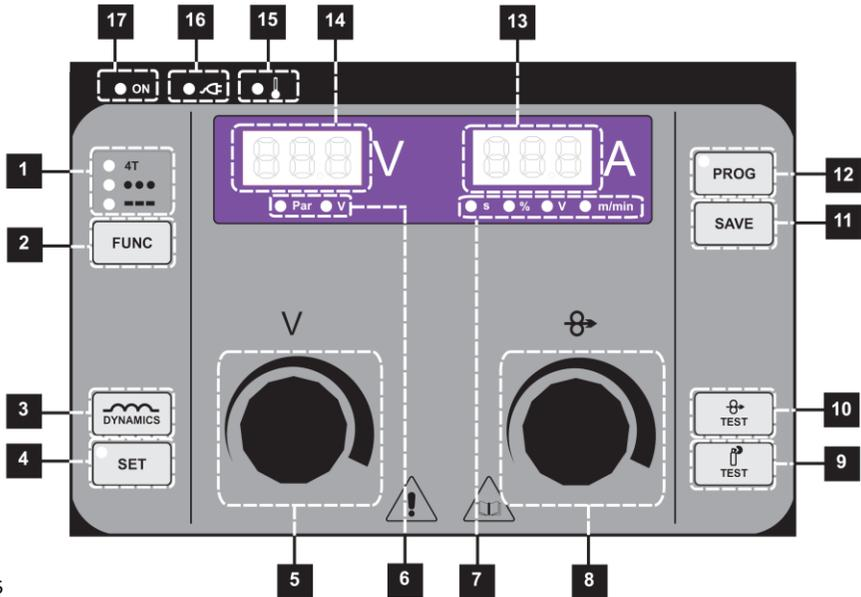

Bild 5
ANMERKUNG! Das Runterzählen kann durch ein erneutes Drücken der Taste 9 (Bild 5) auf dem Stirnpaneel unterbrochen werden.
Entfernen Sie die Gasdüse des Schweißbrenners. Schrauben Sie die Strömungsluke ab. Stecken Sie den Stecker in die Steckdose und schalten Sie den Hauptschalter B1 (Bild 1) in die Position I ein. Drücken Sie die Taste 10 (Bild 5), der Drahtzufuhr, der Schweißdraht wird ohne Gas dem Brenner geschoben wurde schrauben wir die Strömungsluke und die Gasdüse an. Sie können die Geschwindigkeit der Drahtzufuhr mit dem Wählschalter 8 (Bild 5) auf dem Stirnpaneel regulieren. Wir halten die Drahtzufuhr durch ein erneutes Drücken der Taste 10 (Bild 5) oder durch Drücken der Taste des Brenners an. Im Laufe der Einführung des Drahtes tritt kein Gas in das Gerät ein.
9. **Taste Gastest.** Nach dem Drücken der Taste wird die Zeit für die Einstellung des Gasflusses runtergezählt. Die Zeit wird auf dem Display 13 (Bild 5) angezeigt. Das Runterzählen können wir durch ein erneutes Drücken der Taste 9 (Bild 5), gegebenenfalls durch Drücken der Taste auf dem Schweißbrenner unterbrechen.
10. **Taste für die Einführung des Drahtes.** Nach dem Drücken der Taste können wir mit dem Wählschalter 8 (Bild 5) die Einführgeschwindigkeit regulieren. Durch ein erneutes Drücken der Taste auf dem Schweißbrenner, halten wir die Drahteinfuhr an.
12. **Taste PROG mit Kontrolllampe.** Taste zum Aufrufen des Programms. Durch Drücken der Taste gelangen wir in den Programmwahlmodus, die wir mittels der Wähltaste 8 (Bild 5)
auswählen. Das gewählte Programm bestätigen wir durch ein erneutes Drücken der Taste 12 (Bild 5).